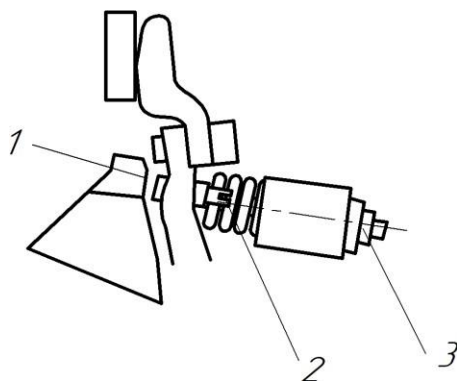

Рисунок 4. Регулировка и замер провала контактов
3.2.4. Величина зазора, контролирующего провал, измеряется щупом (см. рисунок 4). Щуп устанавливается в зазор (1), между основанием и подвижным контактом. Желательно, чтобы величины провалов контактов были наибольшими (см. таблицу 8).
3.2.5. Регулировка провала и одновременность касания контактов осуществляется регулировочным винтом (2) рисунок 4. Установив нужный зазор и убедившись в отсутствии перекоса подвижного контакта, регулировочные винты контролируются.
3.2.8. Если нажатие не соответствует табличному, то вращением регулировочной гайки изменяется натяжка контактной пружины (3) рисунок 4. После установки требуемого нажатия регулировочные гайки контролируются.